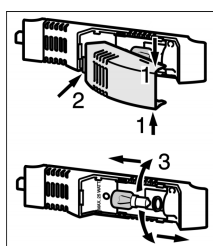

Fig. 8
- Saisir la protection d'ampoule en haut et en bas *Fig. 8 (1)*.
- Déclipser à l'arrière et détacher la protection d'ampoule *Fig. 8 (2)*.
- Remplacer l'ampoule. *Fig. 8 (3)*